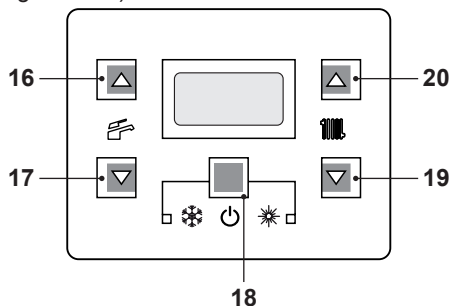
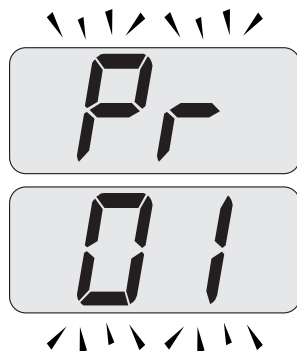

Figura 5.45
Figura 5.46
- Entrare in "modalità programmazione" premendo contemporaneamente per 10 secondi i tasti 18 - 19 - 20 (Figura 5.45) fino a far apparire sul display LCD le lettere **Pr** che si alternano con il codice **01**, indicanti l'entrata nel "parametro 01" (Figura 5.46).
- Premere contemporaneamente i tasti 18 e 20 (Figura 5.45) fino a far apparire sul display LCD il valore del parametro 15 (Figura 5.48).
- Premendo il tasto 18 (Figura 5.45) si ottiene la conferma del valore inserito.
- Premendo contemporaneamente i tasti 18 e 19 (Figura 5.45) si esce senza modificare il valore (ritorno alla lista parametri Figura 5.47)
- Premendo contemporaneamente per 10 secondi i tasti 18 - 19 - 20 (Figura 5.45)
Comunque se la temperatura ambiente non dovesse essere confortevole si può aumentare o diminuire la temperatura di mandata dell'impianto riscaldamento di  $\pm 15^\circ\text{C}$  agendo sui tasti 19 (diminuzione) e 20 (aumento) (Figura 5.45).